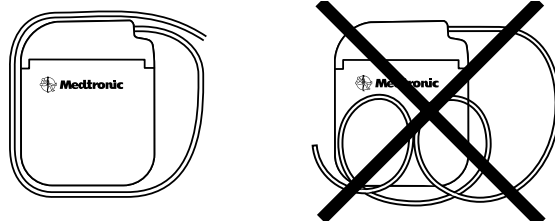

Abbildung 3. Überschüssige Länge von Verlängerungen oder Elektroden um den Umfang des Neurostimulators oder hinter dem Gerät aufwickeln
- Rollen Sie die überschüssige Länge von Elektroden oder Verlängerungen nicht vor dem Neurostimulator auf. Wickeln Sie stattdessen die überschüssige Länge der Elektroden oder Verlängerungen um den Umfang (Abbildung 3) des Neurostimulators oder hinter dem Neurostimulator auf, um das Risiko möglicher Beschädigungen bei einer Austauschoperation zu minimieren, mögliches Knicken von Elektroden oder Verlängerungen zu vermeiden und die Beeinträchtigung von Telemetrie- und Aufladevorgang zu minimieren.